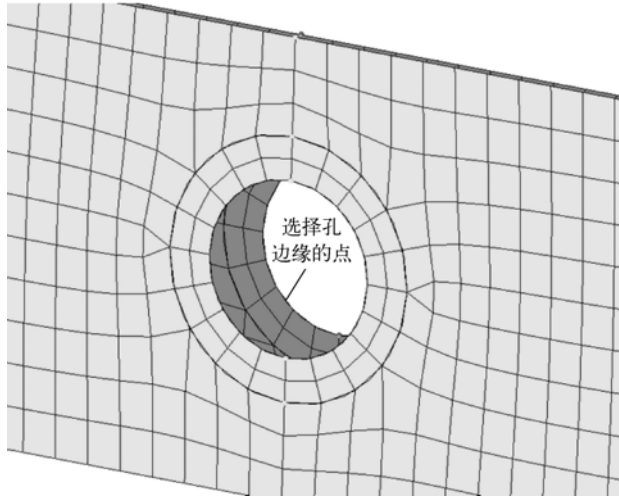

图 6-58 选择 component Rear_Truss_1 的孔边缘的点
- (1) 在 Connector Browser 的 connector 窗口中单击右键，在弹出菜单中选择 Create > Bolt，进入 Bolt 面板。
- (2) 将 location 设置为 nodes，选择 component `Rear_Truss_1` 的孔边缘的点，如图 6-58 所示。
- (3) 在 connect what: 中单击 comps，选择 `Rear_Truss_1` 和 `Rear_Truss_2`。
(4) 单击 select 按钮。